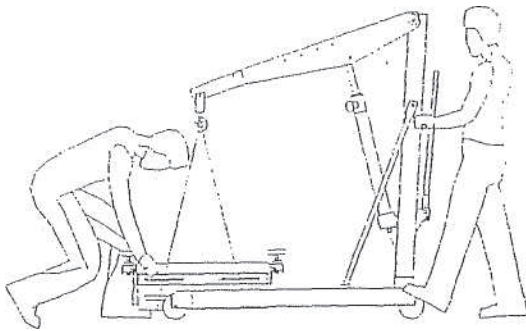

Рис. 1.
- Перемещать траверсу только с использованием сертифицированных подъёмных механизмов, т.к. траверса имеет большой вес, рис. 1.